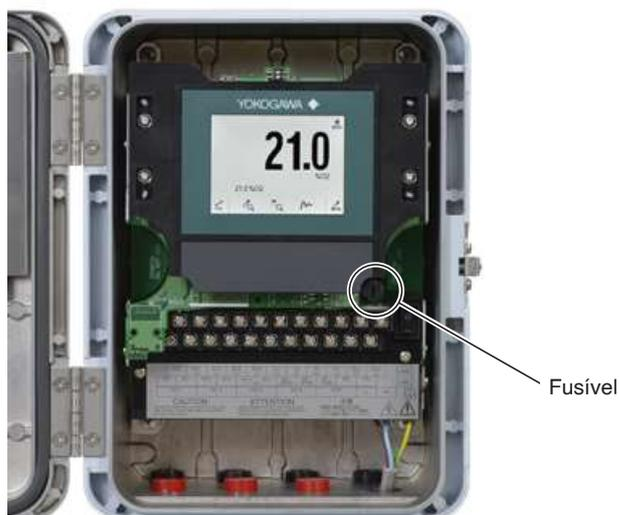

Figura 11.6 Localização do fusível no conversor
O conversor incorpora um fusível, conforme indicado na Figura 11.6. Se o fusível queimar, substitua-o seguindo o procedimento a seguir.
- (1) Desligue a energia do conversor para uma substituição segura.
- (2) Retire o fusível de seu suporte. Com uma chave de fenda plana apropriada que encaixe na ranhura da tampa do suporte (Figura 11.6), gire a tampa do suporte de fusível 90° no sentido anti-horário.